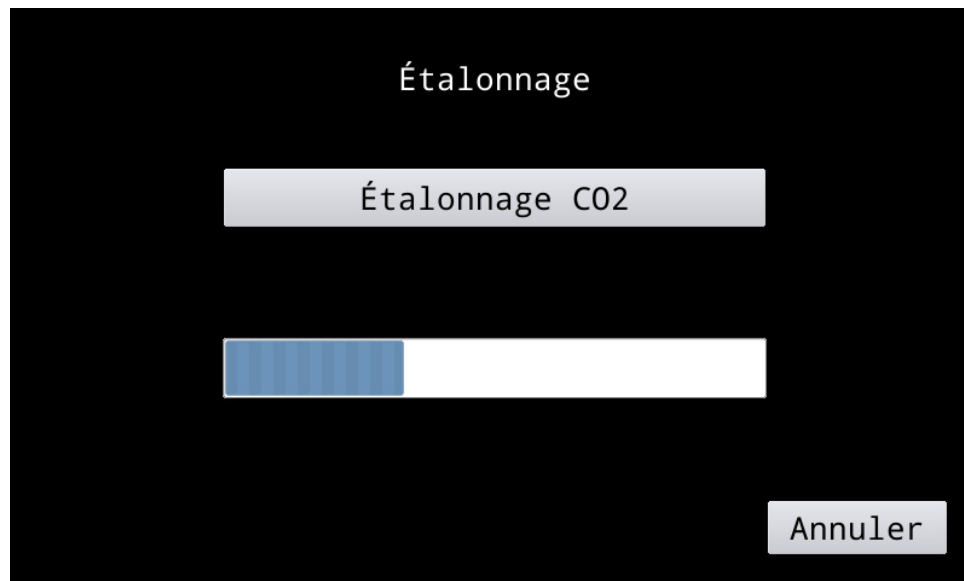

Figure 13. Écran Étalonnage
4. Appuyez sur **Étalonnage**. L'écran d'étalonnage (figure 13) apparaît.